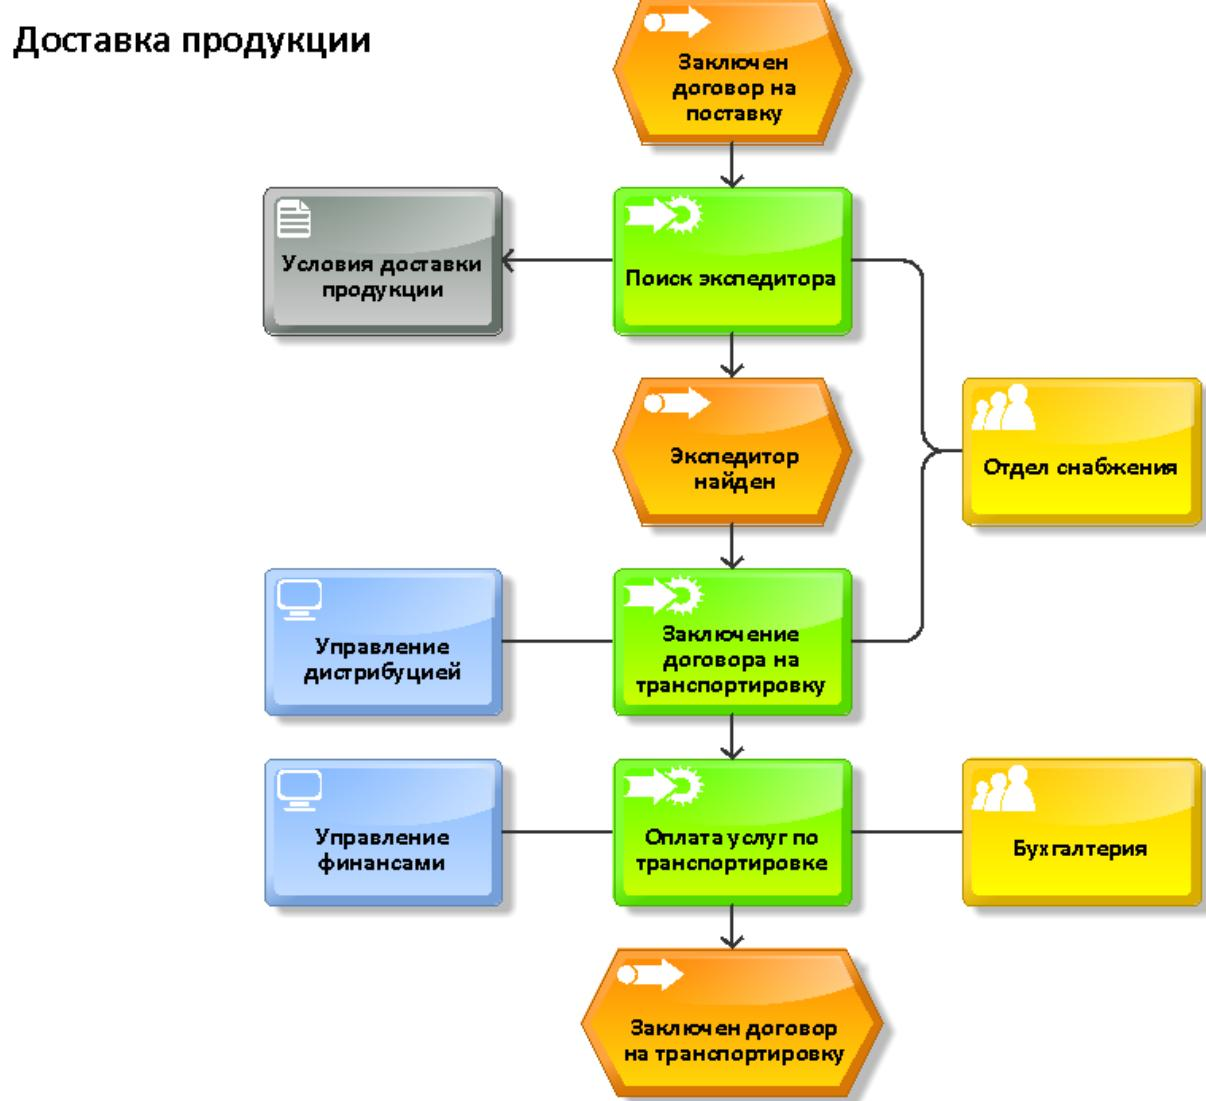

Рисунок 2.27
2. Сохранить построенную модель бизнес-процесса «Доставка продукции» (рисунок 2.27).